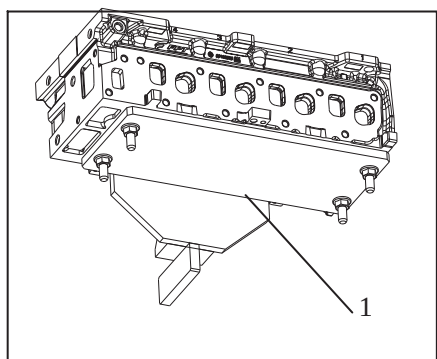

图 3-2
4、如图 3-2，拆卸进排气门时，首先将木制工装固定的气缸盖底面（1）上。